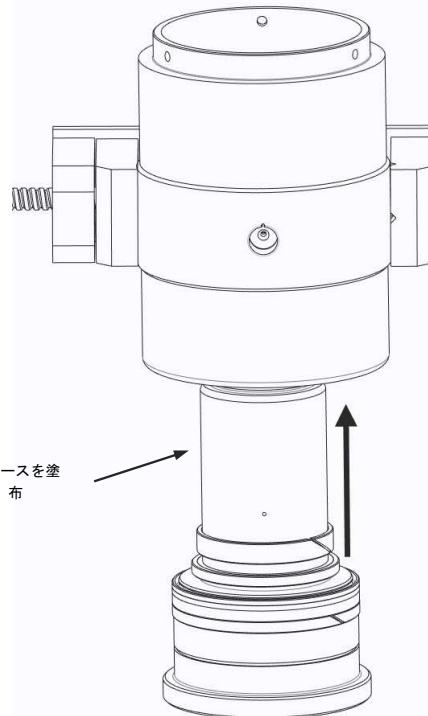

図 4.7 グリースの塗布およびピストンの取り付け
a) ピストンアッセンブリをボディにスライドさせるときは、内側面に損傷を与えないように注意します。（図 4.7）